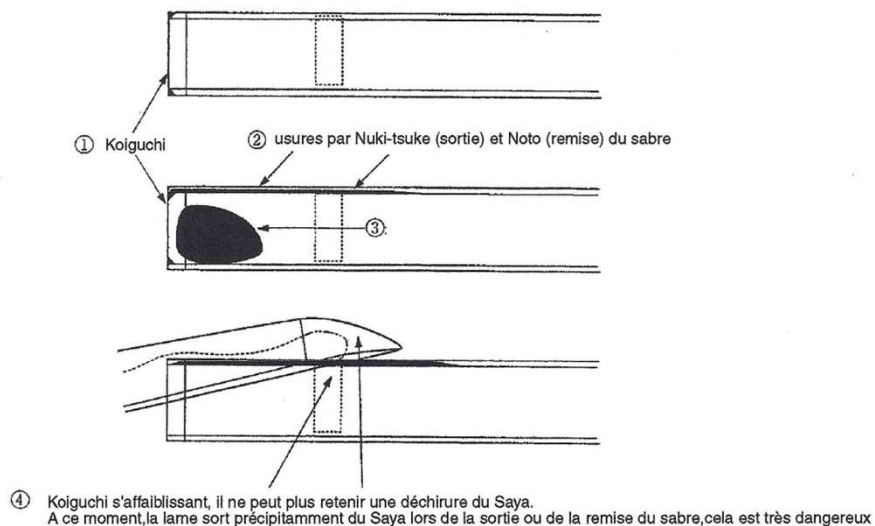

Figure-4
- s'il n'y a pas de partie abîmée à l'intérieur ou au Koiguchi (voir Figure-4)